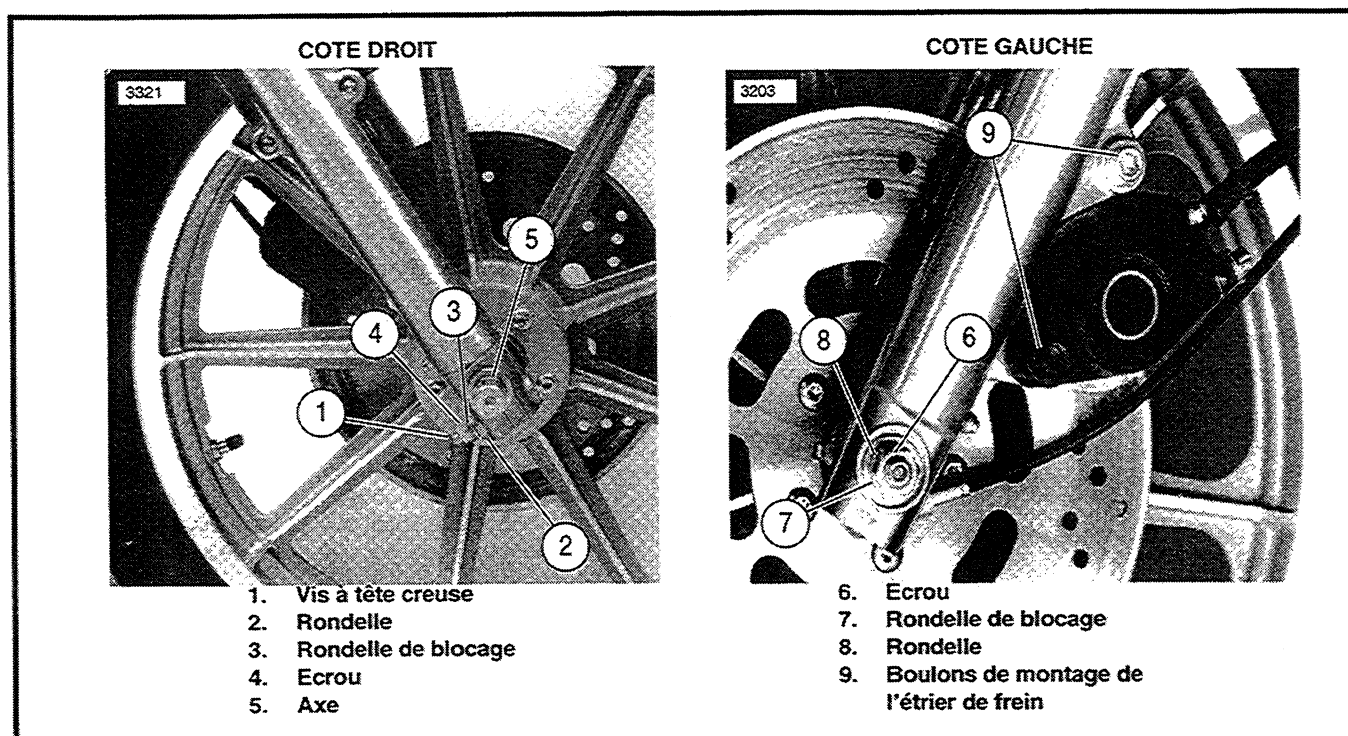

Figure 2-1. Montage de la roue avant
DEPOSE (Figure 2-1)
2. Voir Figure 2-1. Desserrez la vis de bridage (1) et poussez l'axe (5) au travers du bras de fourche droit (côté vis de bridage), de la roue, du joint du mécanisme de l'indicateur de vitesse, du mécanisme de l'indicateur de vitesse et du bras de fourche gauche jusqu'à ce que le rebord de l'axe vienne buter contre l'entretoise de la roue.
3. Enfilez la rondelle plate (8), suivie de la rondelle de blocage (7) sur l'extrémité filetée de l'axe.
4. Installez l'écrou d'axe (6). Introduisez la tige ou le tournevis dans le trou de l'axe. Maintenez cet outil dans l'axe et serrez l'écrou à 50-55 pi-livre (68-75 N.m).
5. Serrez la vis de bridage (1) et l'écrou (4) à 21-27 pi-livre (28-37 N.m). Installez l'étrier de frein. Resserrer les vis de montage de l'étriers de frein (9) à 25-30 pi.-livre (34-41 N.m).